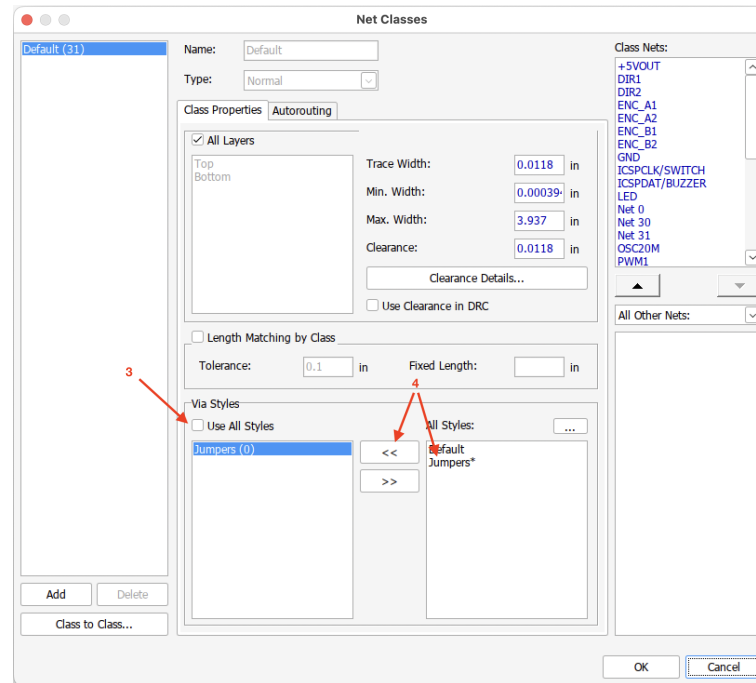

Figura 26: Definir uso do estilo de via para jumpers
4. Ainda em "Via Styles", selecionar "Jumper" à direita e passar para a esquerda com o botão "<<". Depois terminar com OK. Veja os estado final da janela de diálogo na Figura 26.